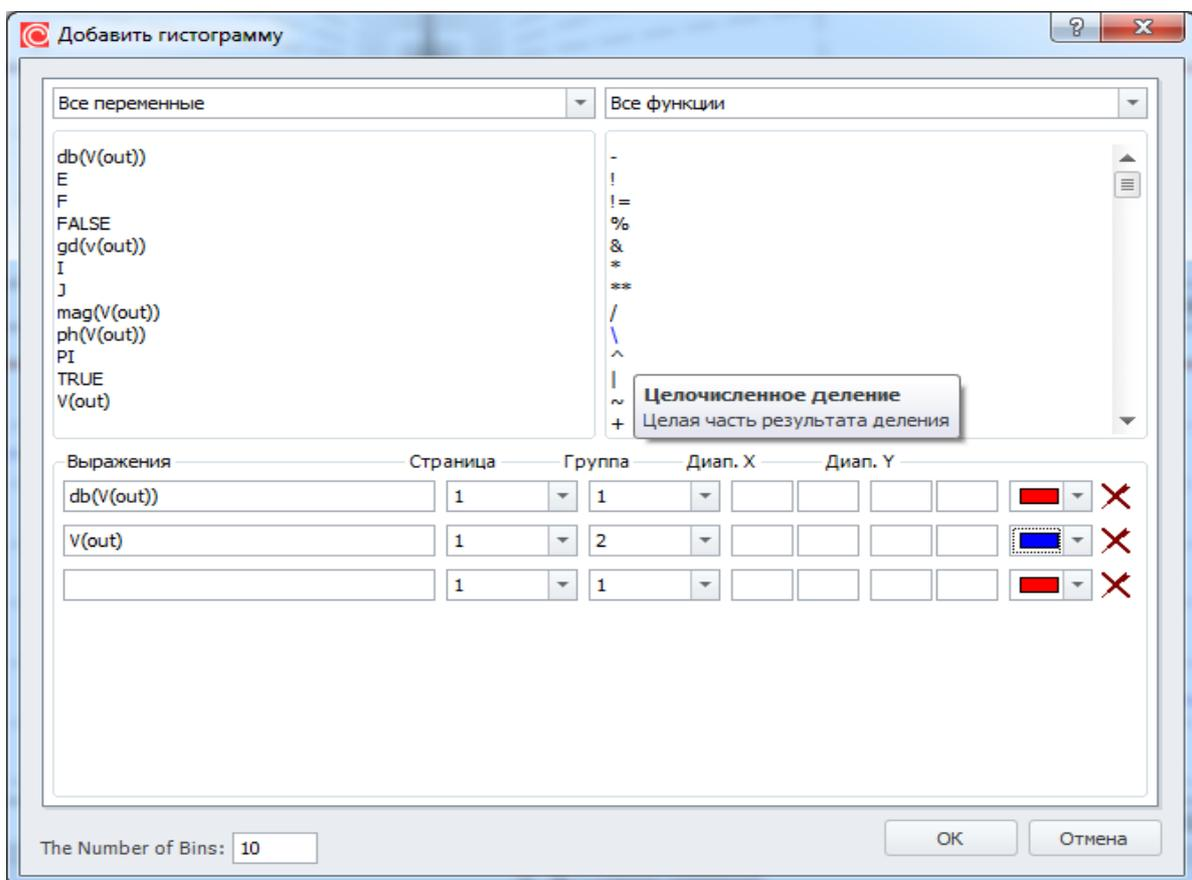

Рис. 20.5.1 Пример окна добавления новых гистограмм
**гистограмму**, либо с помощью иконки  панели инструментов и имеет следующий вид (рис. 20.5.1):